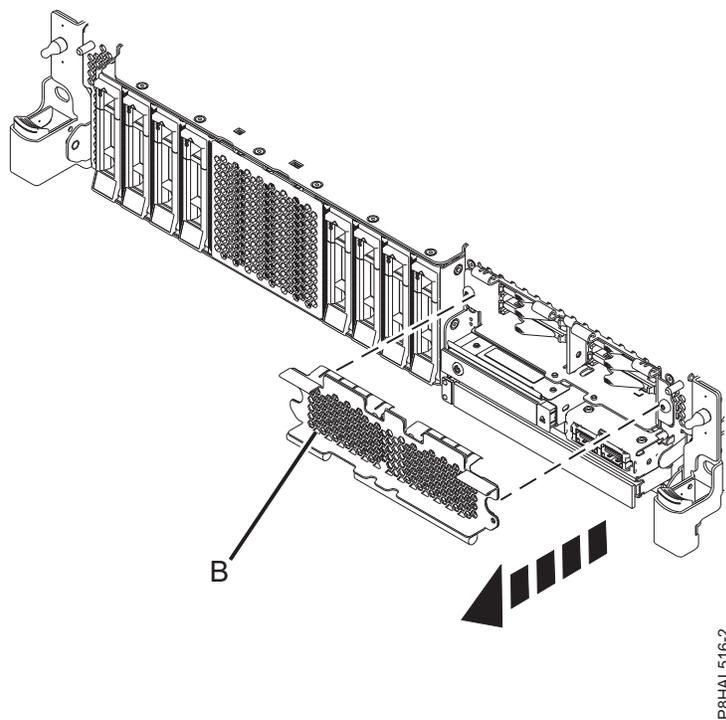

図 7. 拡張機能 システム内の SSD スロットにアクセスするための SSD ケージ・カバーの取り外し
3. SSD スロットにアクセスするために、図 7 に示すように SSD ケージを覆っている穴開きプレート (B) を取り外します。